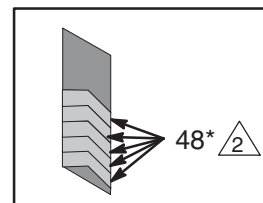

Fig. 2
3. Utilizzare un collare stringitubo (12) per svitarlo dalla base del motore ad aria compressa (55).
4. Spingere la biella (10) verso il basso sino all'arresto.
5. Utilizzare un martello ed un punzone per togliere il perno rotativo (4). Svitare la biella (10). Ved. Fig. 2.
6. Spingere manualmente verso l'alto l'asta dello stantuffo (41) per spostare il gruppo dello stantuffo (59) sin dove possibile. Svitare il dado cieco (47) e tirarlo verso l'alto. Afferrare l'asta di disinnesto (54) con le pinze protette e svitare il dado dall'asta. Ved. Fig.2.
7. Togliere le sei viti (25). Ved. Fig 2. Togliere verticalmente il cilindro dallo stantuffo (59).
12. Togliere una piastra del silenziatore (20 o 40). Spingere lo stantuffo (59) fuori dalla base. Togliere il premistoppa (42) e le guarnizioni della gola. ved. Fig. 2.
3. Installare le seguenti parti nella base (55), una alla volta: il premistoppa (49*), cinque guarnizioni a V (48*) con gli orli rivolti verso il basso, il cuscinetto (50*), la rondella di scorta (43), la guarnizione piatta (44*) ed avvitare lentamente nel premistoppa (42). Accertare che gli o-ring (38 e 39**) siano installati. ved. Fig. 2